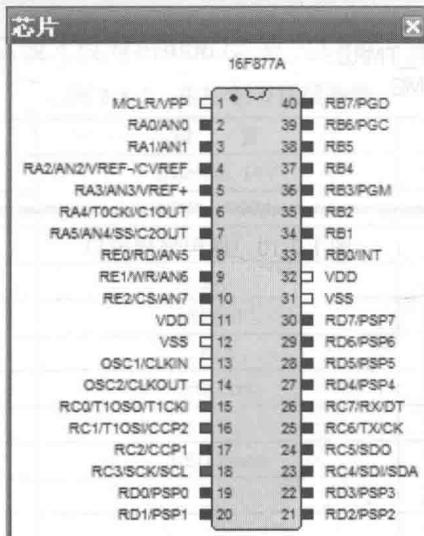

图 1-2-7 “芯片” 显示窗口
①“芯片”显示窗口。如图1-2-7所示，当程序流程图中被模拟单片机的I/O端口为输出时，图中引脚15、16、18代表输出高电平，其余黑色引脚代表输出低电平。